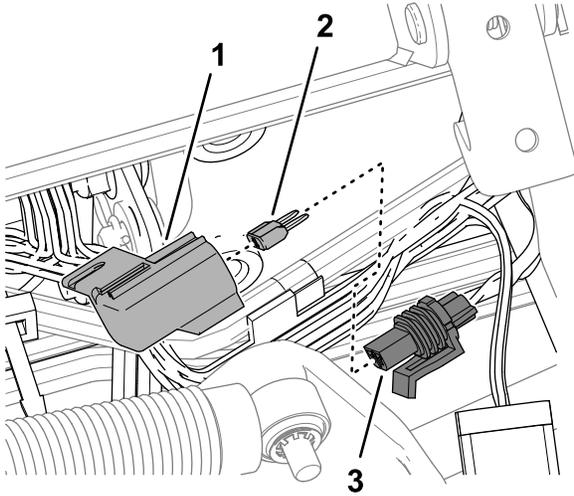

图 88
3. 从标有 10 A 保险丝远程信息处理电源的串联保险丝座上拆下盖子 图 88。